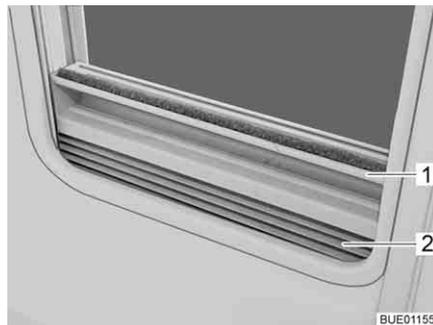

Fig. 33 Estor plegable
*Cerrar:* ■ Sujetar el estor plegable (Fig. 33,2) por el centro del agarradero (Fig. 33,1), tirar de abajo a arriba y soltarla a la altura deseada. El estor plegable se queda fijo a esta altura.